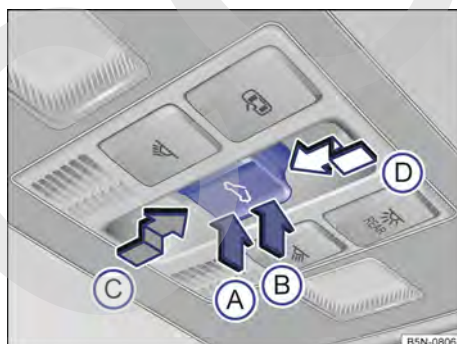

Fig. 78 En el revestimiento interior del techo: tecla del techo de cristal.
- *Ajustar la posición deflectora:* Pulse la tecla por la zona → **fig. 78** **(B)** hasta el primer nivel. Función automática: Pulse la tecla por la zona **(B)** hasta el segundo nivel.